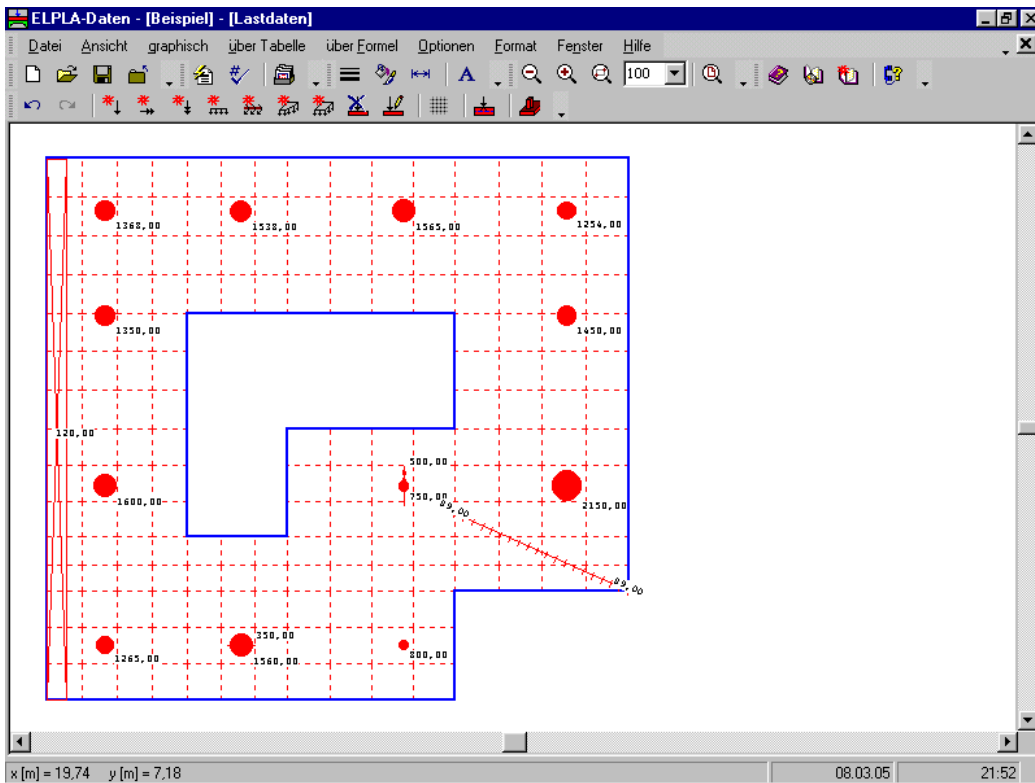

Bild 1-34 Lasten auf dem Bildschirm
Nach der Definition aller Lastdaten sollte der Bildschirm wie das folgende Bild 1-34 aussehen.
- Wählen Sie den Befehl "Lastdaten speichern" aus dem Menü "Datei" im Bild 1-34, um die Lastdaten zu speichern